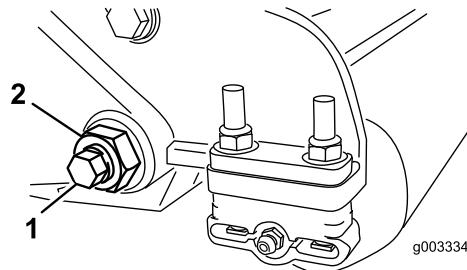
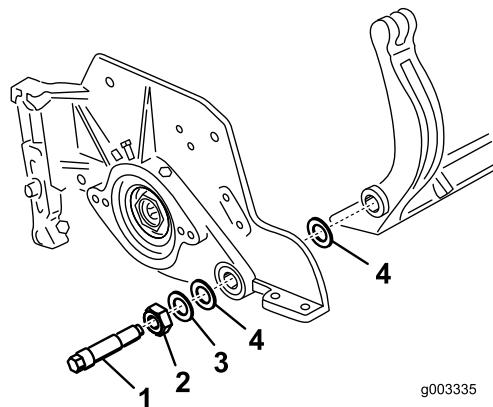

Figura 33
Figura 34
3. En cada lado de la máquina, afloje la contratuerca que fija el perno de la barra de asiento (Figura 33).
4. Retire todos los pernos de la barra de asiento, para poder tirar de la barra hacia abajo y retirarla de la máquina (Figura 33). Guarde las 2 arandelas de nylon y la arandela de acero troquelado de cada extremo de la barra de asiento (Figura 34).
4. Coloque una arandela de acero por fuera de cada arandela de nylon (Figura 34).